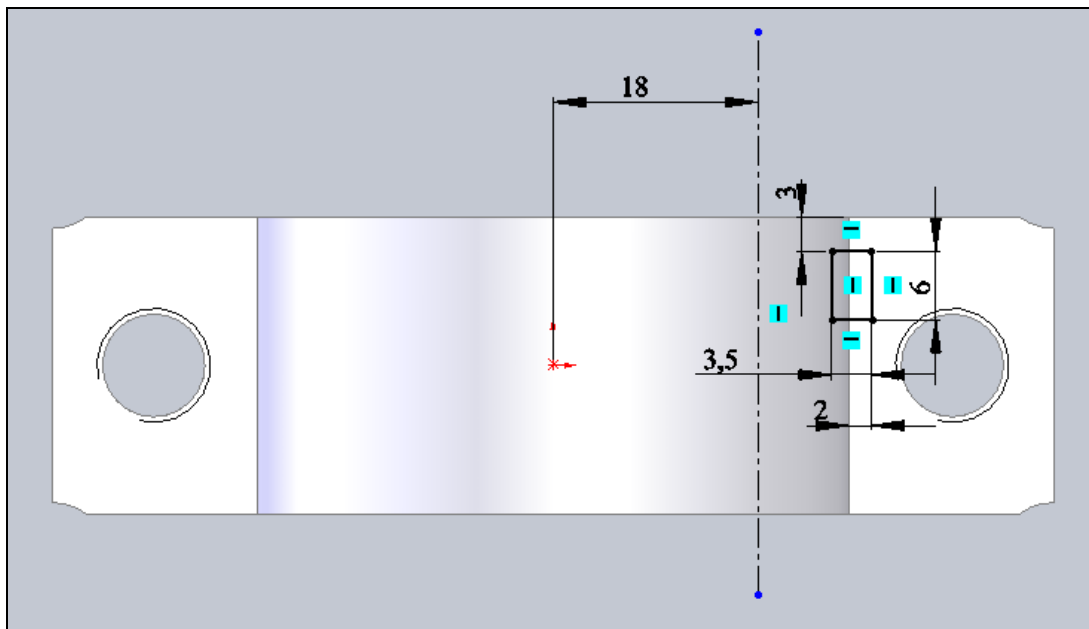

Рис. 2.44. Эскиз для создания углубления под усик вкладыша
12. И заключительный момент. Изготовление углубления для усика вкладыша, препятствующего провороту последнего. Для этого на нижней торцевой поверхности шатуна создайте эскиз, показанный на рис. 2.44.